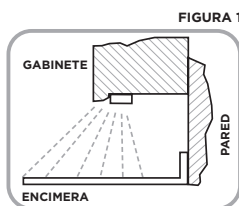
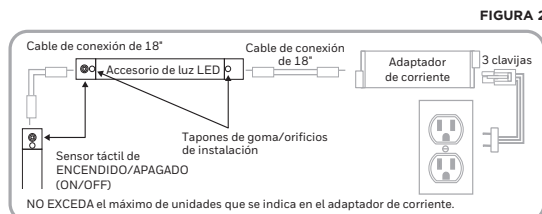

FIGURA 1
FIGURA 2
Planifique detenidamente la instalación antes de montar el accesorio de luz LED. Para instalaciones en cocinas, se recomienda que el accesorio de luz LED se instale debajo de los gabinetes cerca del borde frontal, como se muestra en la **Figura 1**. De esta manera, logrará la mejor distribución de luz en toda la encimera. Asegúrese de que el cable de alimentación llegue al tomacorriente más cercano y de que el adaptador de corriente y el cable USB-C lleguen al accesorio de luz LED. Consulte la **Figura 2** para ver la distribución de los componentes y de todas las conexiones eléctricas.
15. Use el cable de conexión de 18in. provisto para conectar el adaptador de corriente al accesorio de luz LED al colocar el extremo macho del cable de conexión en el punto de conexión hembra correspondiente del adaptador de corriente y del accesorio de luz LED. Ver **Figura 2**.
16. Enchufe el conector de 3 clavijas del cable de alimentación en el punto de conexión correspondiente del adaptador de corriente. Ver **Figura 2**.
17. Enchufe el cable de alimentación a un tomacorriente de 120 VCA 60 Hz. Ver **Figura 2**.
18. Los accesorios de luz LED conectados se encenderán o apagarán (on/off) al tocar el sensor táctil de encendido o apagado en cada accesorio como se muestra en la **Figura 2**. Nota: Cada accesorio de luz LED se encenderá o apagará de forma independiente de los demás accesorios de luz LED conectados.
- B. Una vez instalados, conecte el cable de 18in. entre el último accesorio de luz LED (previamente instalado) y el nuevo. Consulte la **Figura 2** para ver la distribución de los componentes y de todas las conexiones eléctricas.